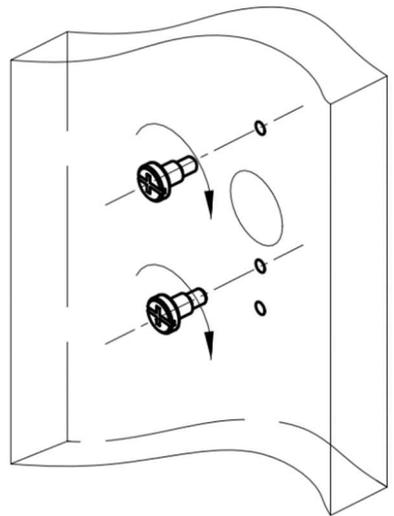

Abb. 3
2. Drehen Sie die beiden M4 Befestigungsschrauben in die Befestigungslöcher ein. (Abb. 3)